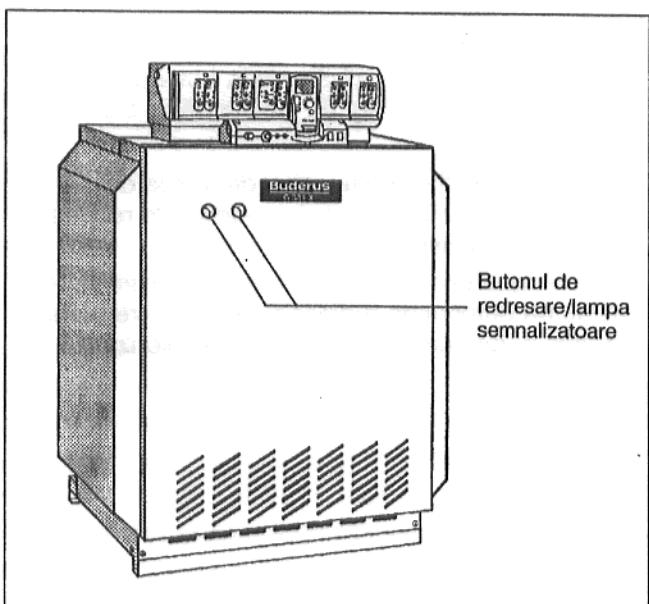

Fig. 3: Butonul de redresare
- Dacă lampa semnalizatoare de la butonul de redresare luminează (Fig. 3), se apasă pe acesta. Dereglarea va fi semnalizată suplimentar la lampa de perturbații a arzătorului la aparatul de reglare respectiv pe display.